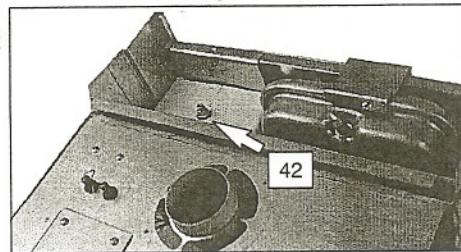

fig. 9.5
- 3 Para facilitar el vaciado del circuito de calefacción, aflojar la válvula de purga del mini acumulador 42 en la fig. 9.5